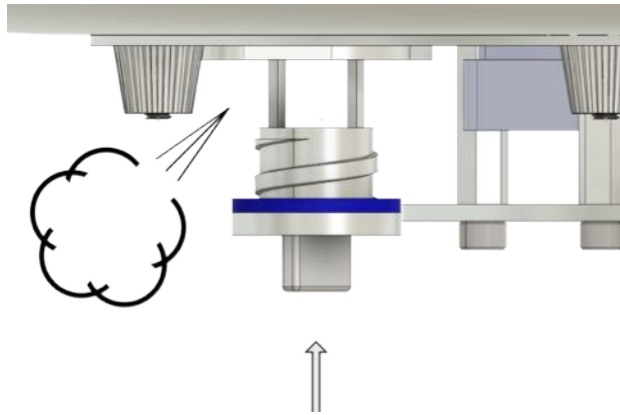

Abb. 4
5. Después de desinflar la envoltura del globo, cierre la tapa giratoria de nuevo ligeramente a mano (Fig. 4)